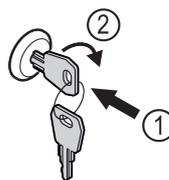

Fig. 123 Immagine a titolo di esempio
- ▶ Inserire la chiave Fig. 123 (1).
- ▶ Ruotare la chiave di 90° in senso orario Fig. 123 (2).